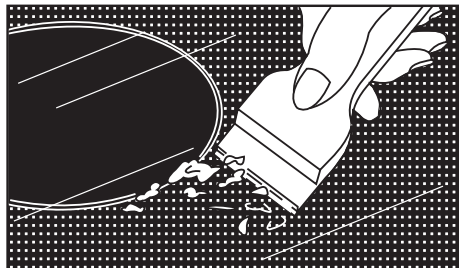

Рис. 30
- Если случайно изделие из алюминиевой фольги или пластмассы расплавится на поверхности стеклокерамического стола или к нему прикипит сахар – их следует немедленно удалить с помощью скребка, входящего в комплект плиты (рис.30).